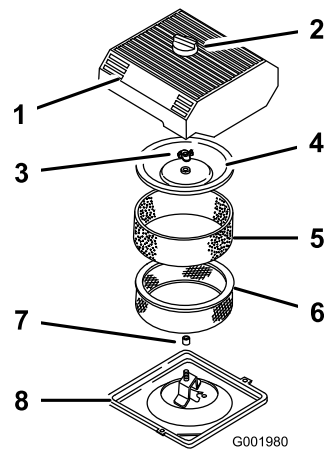

Bild 46
3. Reinigen Sie den Bereich um den Luftfilter herum, um zu verhindern, dass Schmutz in den Motor fällt und Schäden verursacht (Bild 46).
4. Lösen Sie das Handrad an der Luftfilterabdeckung und nehmen Sie die Abdeckung ab (Bild 46).
- Schieben Sie das Schaumelement vorsichtig vom Papierelement (Bild 46).
- Schrauben Sie die Abdeckungsmutter ab und nehmen Sie die Abdeckung und das Papierelement ab (Bild 46).
- Schieben Sie den Schaumeinsatz vorsichtig auf den Papierluftfiltereinsatz (Bild 46).
- Schrauben Sie die Abdeckungsmutter mit der Hand auf der Abdeckung fest (Bild 46).
- Montieren Sie die Luftfilterabdeckung und das Handrad (Bild 46).